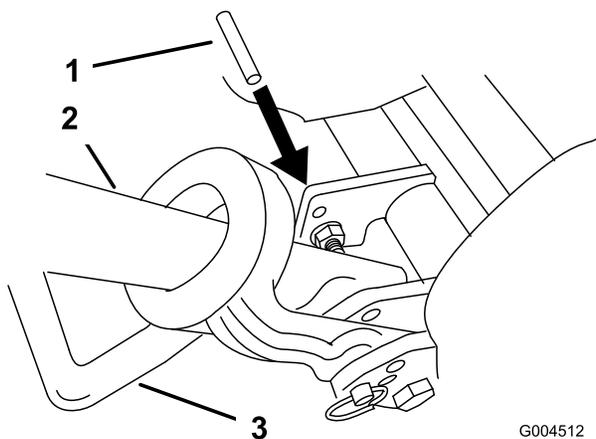

図 4
2. キック・スタンドを立てる。キック・スタンド取り付けボルトの上にあるフレームの穴に、6.4 mm 径のピン (図 4) を差し込む。